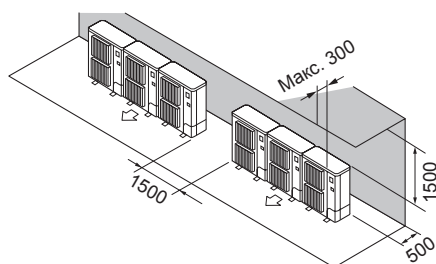

Fig. 2-10
- ② Окружающие предметы сзади и сверху (Fig. 2-10)